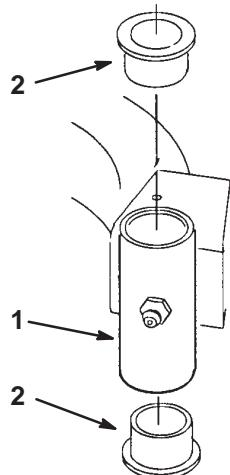

Bild 56
- Stecken Sie einen Dorn in das Befestigungsrohr und treiben die Büchsen vorsichtig heraus (Bild 56). Reinigen Sie die Innenseite des Befestigungsrohrs.